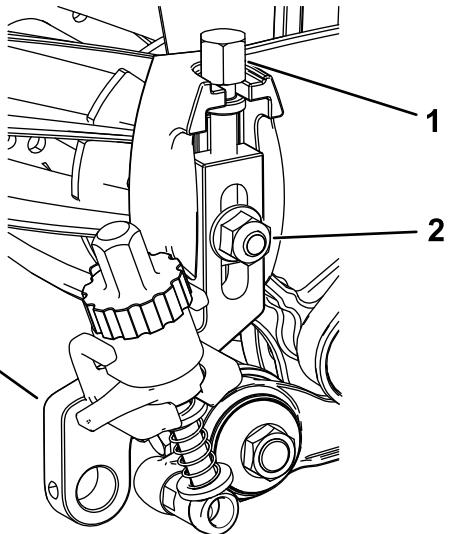

図 21
図 21。
2. 刈高アセンブリを、カッティングユニットのサイドプレートに取り付ける先ほど取り外したプラウボルト、ナット、特殊ワッシャを使用する図 21。